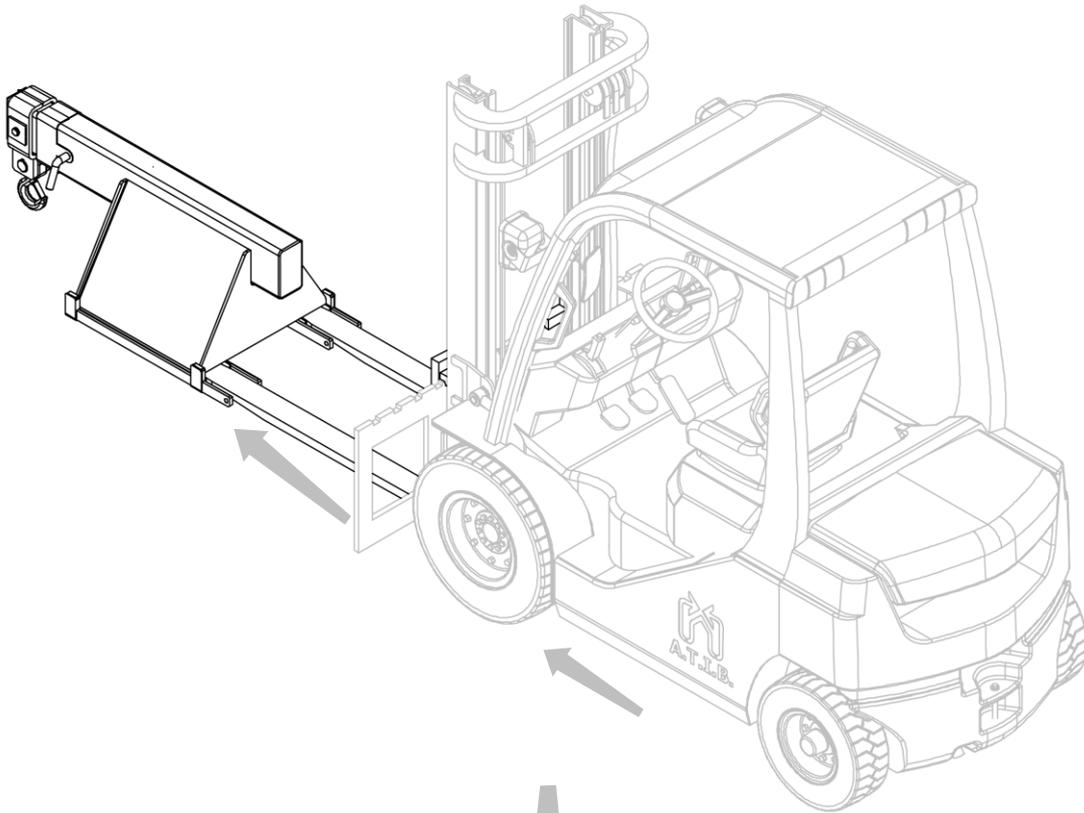
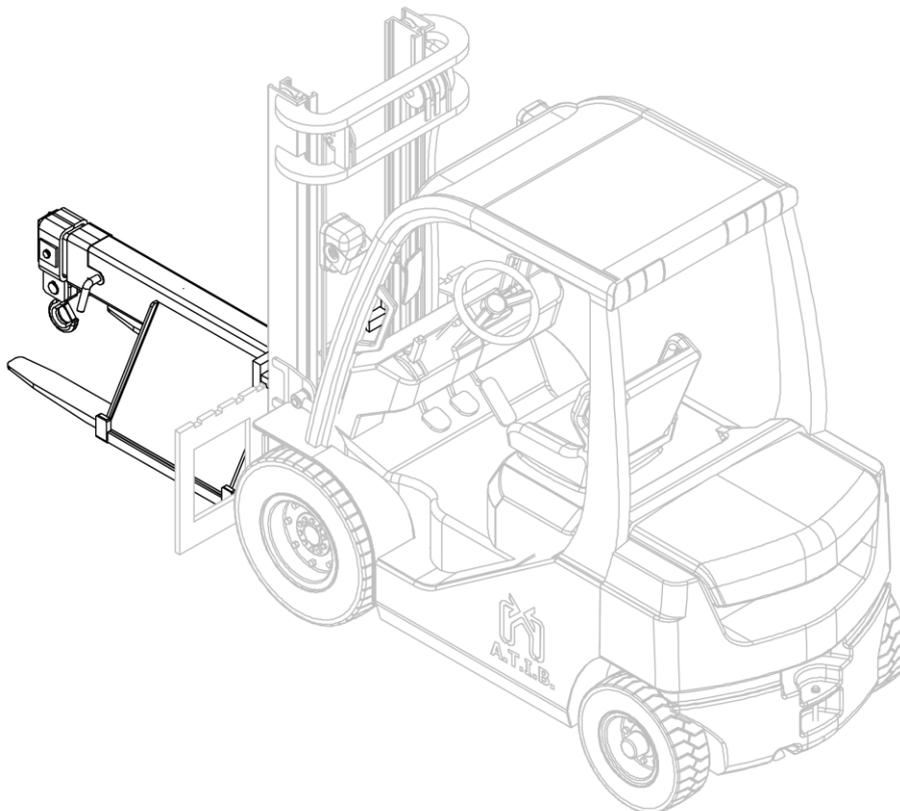

Abbildung 7
Abbildung 8
5. Nehmen Sie das Gerät mit dem Gabelstapler auf (siehe *Abbildung 7* und *Abbildung 8*).